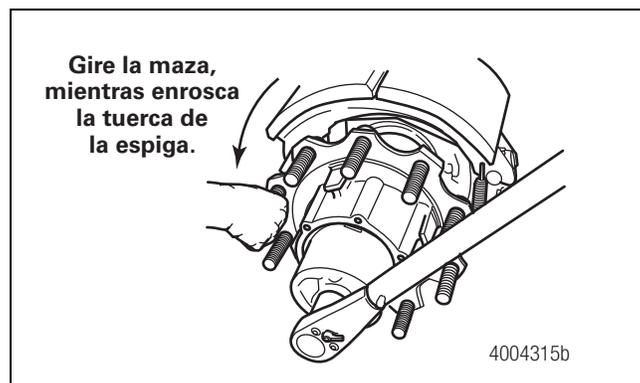

Figura 4.20
8. Apriete la tuerca del extremo de la espiga a 810-850 lbs-pie (1100-1150 N•m), mientras gira la rueda y la maza A LA IZQUIERDA. Después de apretar, no vuelva a aflojar la tuerca. Marque la ubicación de la tuerca con respecto a la espiga. Figura 4.20. 📍